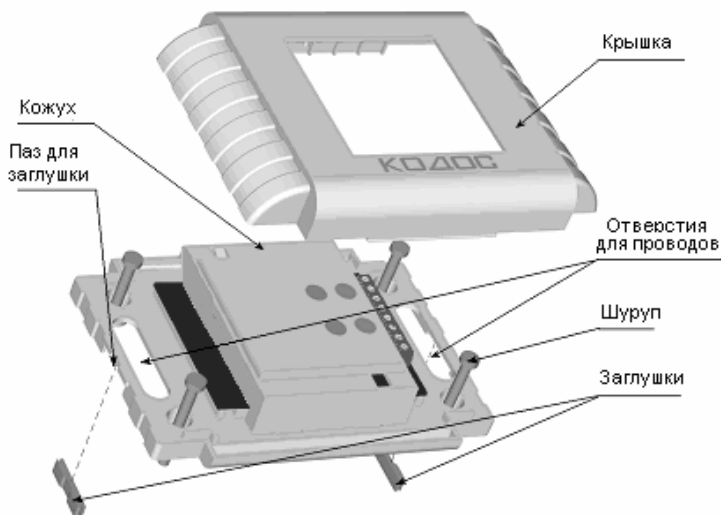

Рисунок 4 – Крепление адаптера (положение клемм и светодиодов показано условно)
- а) Снять с изделия крышку (рисунок 4);
- в случае если провода подходят сбоку адаптера (например, из короба или гофрированного шланга), снять заглушки (рисунок 4);
- через отверстия для проводов (если провода идут из стены) или через пазы для заглушек и отверстия для проводов (в случае, если провода подходят сбоку) (рисунок 4), протянуть провода к кожуху адаптера;